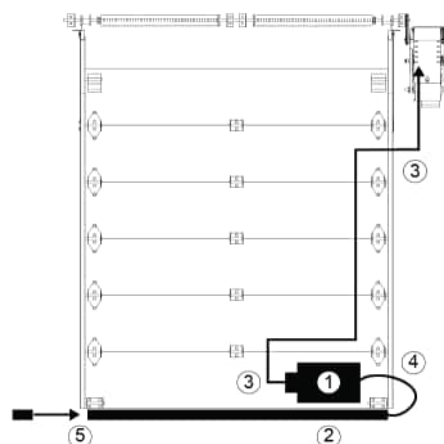

Figura 36 - Borde de detección
1. Colocar el interruptor de aire en posición, consultar la Figura 36.
1. Colocar la caja de conexiones en posición, consultar la Figura 36.